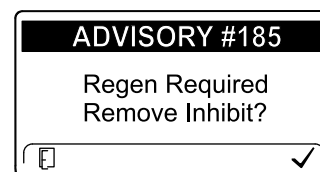

Figure 75
**Remarque:** Si vous programmez l'InfoCenter pour interdire la régénération, l'InfoCenter affiche ADVISORY #185 (avis n° 185) (Figure 75) toutes les 15 minutes tandis que le moteur demande une régénération commandée.